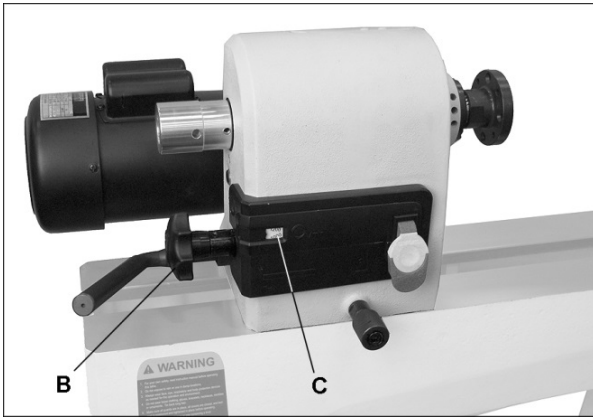

Fig 26
La vitesse de rotation de la broche peut être modifiée avec la poignée tournante (B, Fig 26). La vitesse de rotation en T/min est affichée sur l'écran (C).